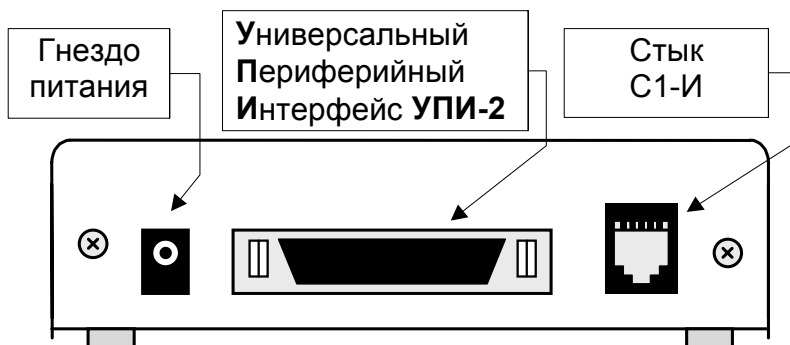

Рис. 7. Задняя стенка конвертера.
На задней стенке конвертера расположены разъёмы для подключения кабеля УПИ-2, стыка С1-И и питания (см.Рис. 7). Назначение контактов разъёма стыка С1-И приведено на стр.45.
2. Подключить кабель стыка С1-И (джек) к розетке типа RJ-45, расположенной на задней стенке конвертера (см.Рис. 7).